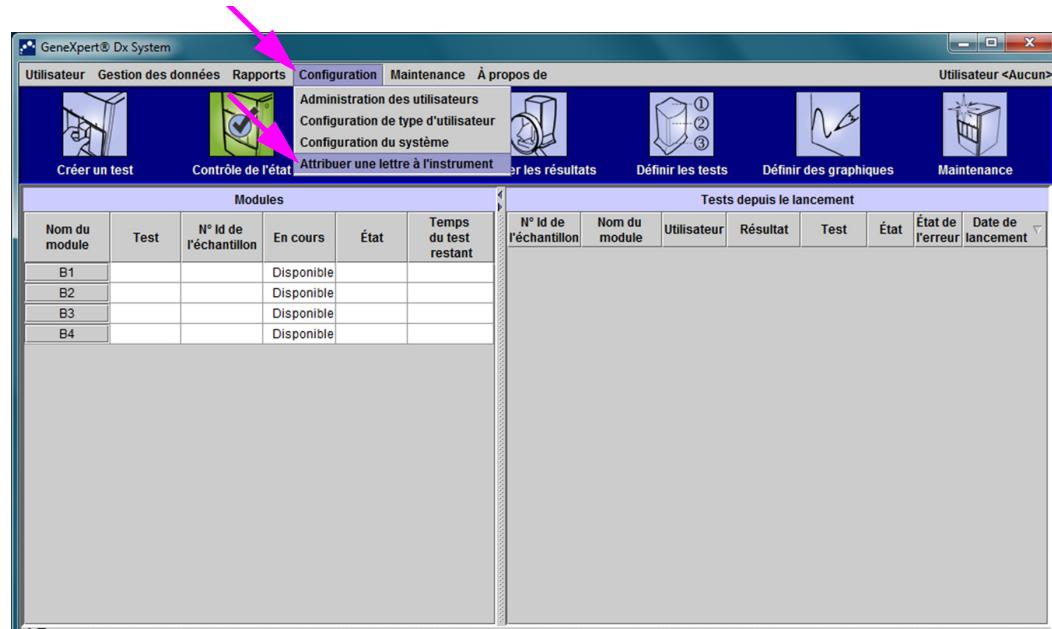

Figure 2-56. Fenêtre du système GeneXpert Dx avec le menu déroulant Configuration
- Cliquez sur **Configuration** dans la barre de menus de la fenêtre du GeneXpert Dx System, puis sélectionnez **Atribuer une lettre à l'instrument**. La boîte de dialogue Atribuer une lettre à l'instrument s'affiche. Voir Figure 2-56. Dans le même temps, les DEL vertes des quatre modules constituant le quart sélectionné clignotent.